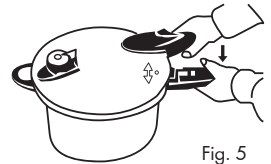

Fig. 5
2. Apăsăți ușor pe capac și rotiți-l în sensul acelor de ceasornic până când cele două mânere sunt la același nivel (Fig. 5).